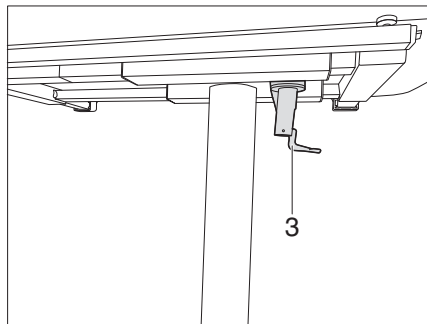

Fig. 115 Verrouiller la table pliante
- Basculer le levier de verrouillage (Fig. 115,3) vers la droite. La table à hauteur réglable est verrouillée et ne peut plus être déplacée.